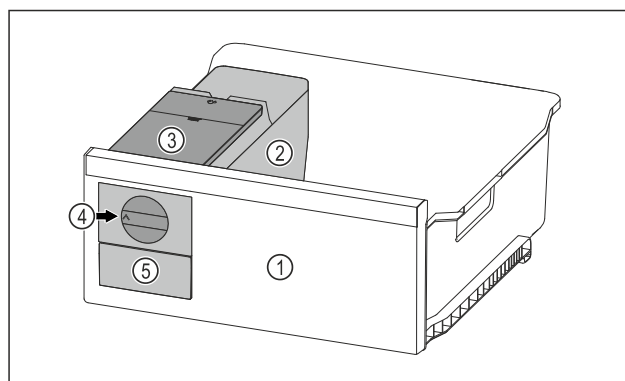

Fig. 179 Ilustrační zobrazení
- ▶ Otočte otočný knoflík Fig. 179 (4) ve směru hodinových ručiček až na doraz.
- ▶ Kostky ledu padají z misky na kostky ledu do zásuvky na kostky ledu Fig. 179 (5).